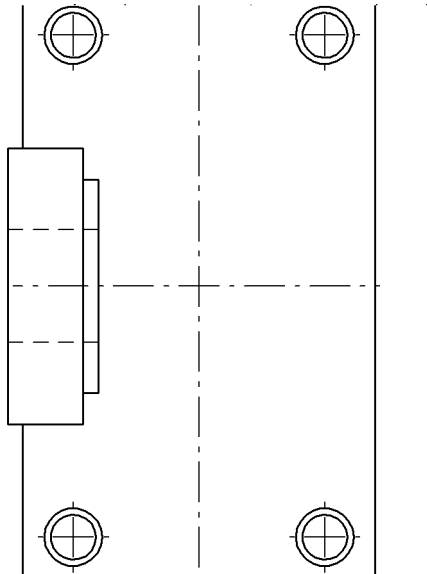

Рис. 51.88.
13. Завершите работу команды **Отрезок** и удалите вспомогательные построения (рис. 51.88).